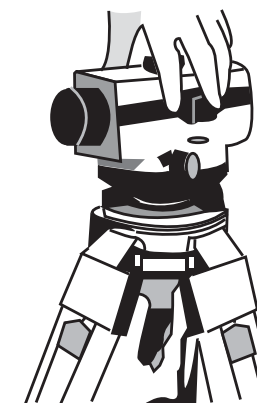

Рис.3
- (3) Установите инструмент на головке штатива В и закрутите становой винт (рис. 3).